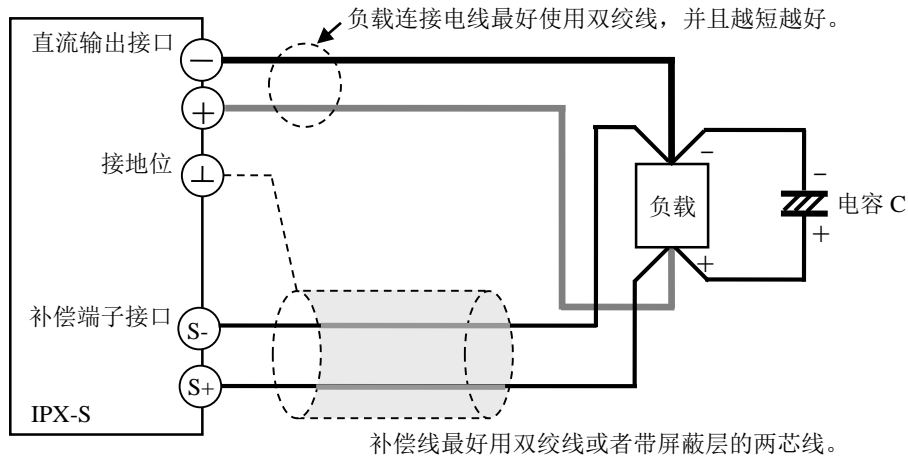

图 3-3 远端电压补偿模式
4. 如图 3-3,用电线连接电压补偿接口的 S+和 S-引脚到负载的正极和负极